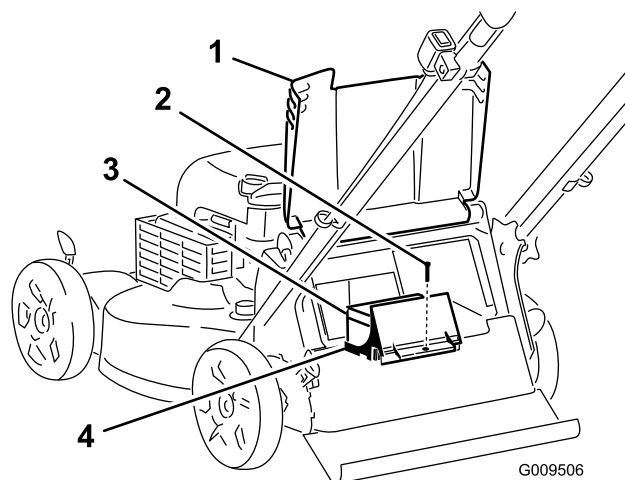

Figure 25
1. Soulevez le déflecteur arrière et trouvez le logement de la batterie (Figure 25).